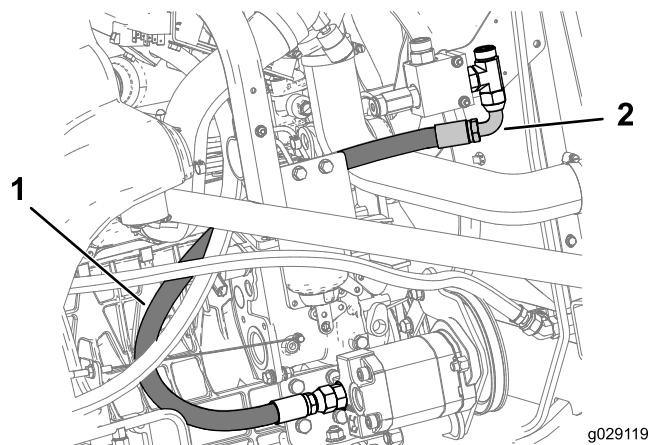

Figura 27
7. Instale la otra manguera hidráulica C desde el acoplamiento adaptador en T (5/8" macho) en el conjunto del colector hidráulico izquierdo hasta el acoplamiento adaptador (5/8" x 5/8" macho) en el conjunto de la bomba de engranajes, como se muestra en Figura 27.